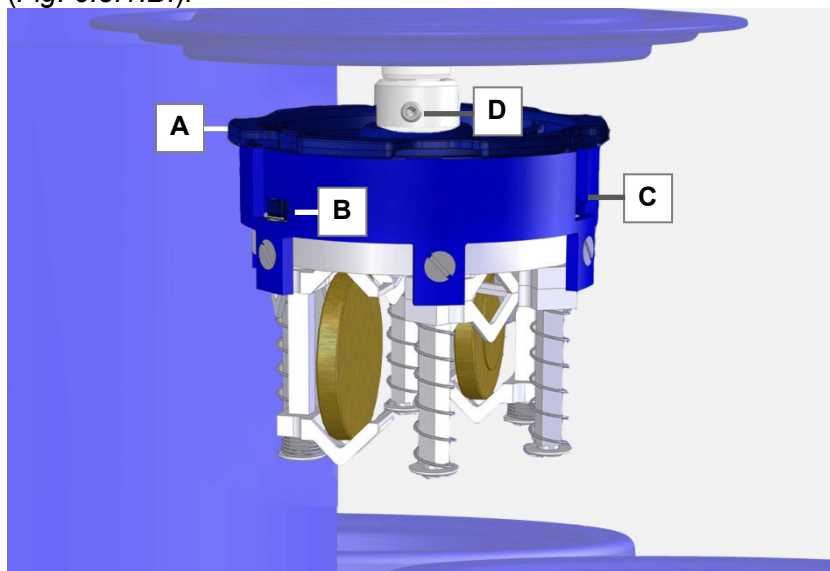

Fig. 6.3.1. Porte-pièces mis en place
Le porte-pièces (*Fig. 6.3.1.C.*) est relié à la machine à l'aide d'un emboîtement à baïonnette au niveau du réceptacle (*Fig. 6.3.1.A.*).
Saisissez le réceptacle (*Fig. 6.3.1.C.*) à l'aide d'une main puis poussez le porte-pièces légèrement vers le haut et tournez-le dans le sens inverse à celui des aiguilles d'une montre pour l'extraire des dispositifs de verrouillage (*Fig. 6.3.1.B.*).
- A Réceptacle** pour panier de nettoyage et porte-pièces. Lors du retrait du porte-pièces, le réceptacle reste vissé à l'arbre d'entraînement par le biais de la tige filetée (*Fig. 6.3.1.D.*).
Fixez ensuite le porte-pièces dans le réceptacle de la machine (*Fig. 6.3.1.A.*).
Assurez-vous que le porte-pièces soit correctement encliqueté dans le dispositif de verrouillage (*Fig. 6.3.1.B.*).